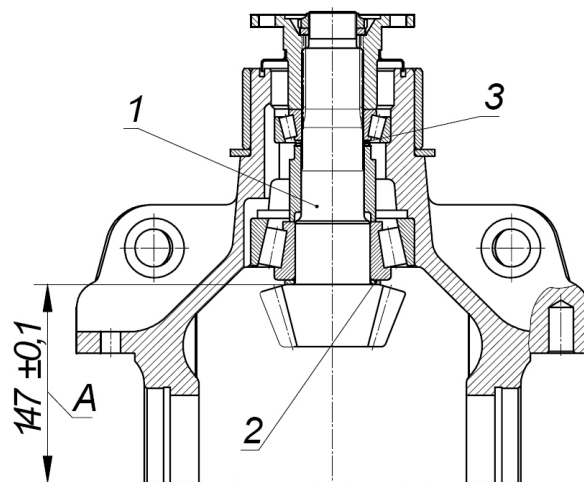

Рис. 5.8-4 Ведущая шестерня в корпусе центрального редуктора:
5.8.1.1 Проверка и регулировка натяга в конических подшипниках ведущей шестерни (Рис. 5.8-4)